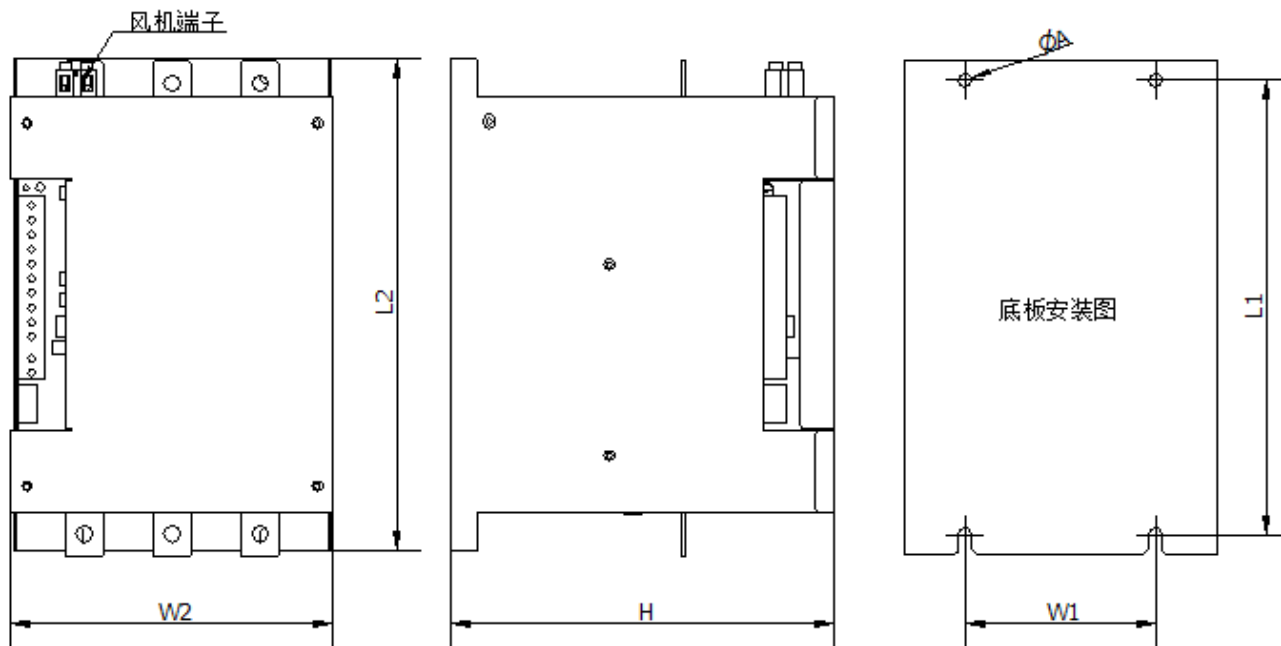

图 8
14. 外形及安装尺寸图 (图8)
说明: 图 8 中左上角是风机及状态发送接线端子。